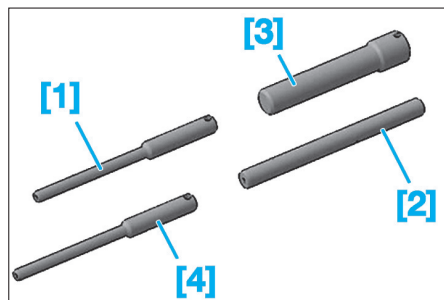

Fig. 4
- [1]. Pige de calage de la poulie de vilebrequin (Ø5mm) (réf : 0194-A) (Fig.4).